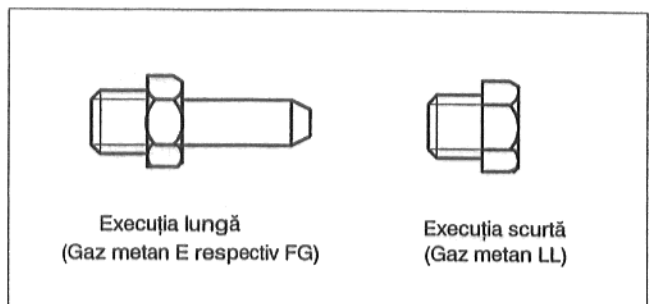

Fig. 10a
- Duza principală de gaz se va schimba cu cea pentru noul tip de gaz. Se vor pune garnituri noi iar duzele se vor verifica pe baza denumirii (Tabelul 4, Fig. 10a).